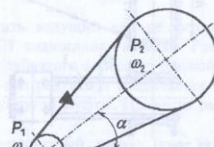

Рис. 35
4. Рассчитать клиноремённую передачу (рис. 35). Мощность P_1 , передаваемая ведущим шкивом, угловая скорость ω_1 , угловая скорость ведомого шкива ω_2 и угол наклона передачи α приведены в табл. 35. Режим работы задаться.